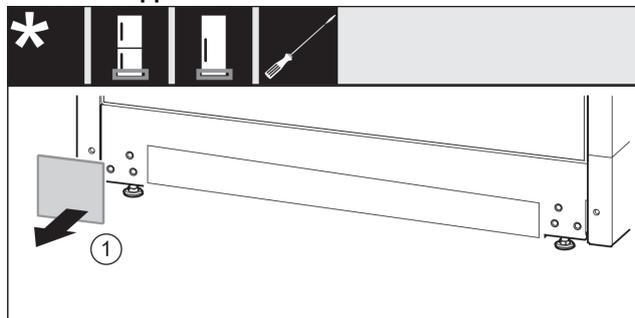

Fig. 15
- ▶ Retirer le cache Fig. 15 (1).